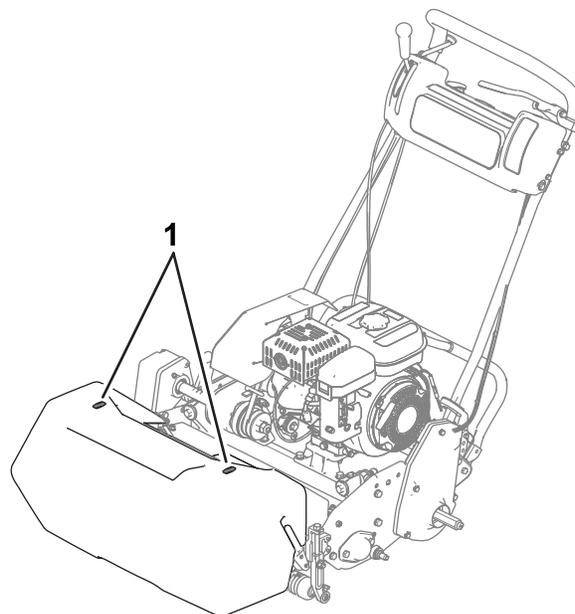

Рисунок 22
- Чтобы сохранять прямолинейное движение на протяжении всего гринга и поддерживать одинаковое расстояние от края предыдущей скошенной полосы, используйте ориентирующие полосы на травосборнике (Рисунок 22).